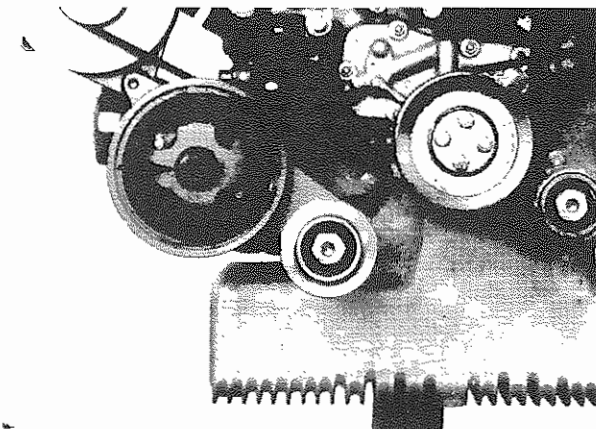

Fig. 15 - Dado fissaggio puleggia
- Allentare il dado ed estrarre la rondella elastica e la puleggia (**Fig. 15**). Rimuovere la chiavetta.
- Loosen the nut, take out washer and pulley (**Fig. 15**). Remove key.